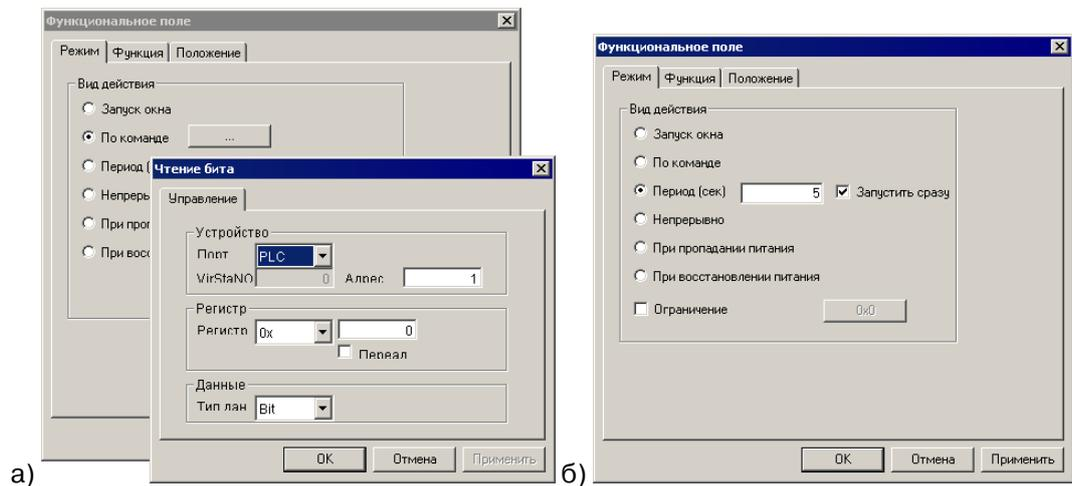

Рисунок 123
- «По команде» – запуск процедур выполняется при значении «1» определенного бита; задание управляющего бита производится в окне «Чтение бита», которое открывается по нажатию кнопки справа от позиции «По команде» переключателя «Вид действия» (см. рис. 123, а).
- «Период (сек)» – запуск процедур выполняется автоматически через заданные интервалы времени; значение интервала задается в поле справа от позиции «Период» переключателя «Вид действия» (см. рис. 123, б). Становится доступен также переключатель «Запустить сразу». Если флажок переключателя установлен, то первый запуск связанных процедур будет произведен немедленно (при запуске окна (экрана)). Если флажок не установлен, то запуск связанных процедур будет произведен по истечении заданного периода.
При выборе значений «Период (сек)» или «Непрерывно» ниже переключателя становится доступно поле переключателя «Ограничение» (см. рис. 123, б). Переключатель предназначен для задания ограничений на функционирование функционального поля. Для ввода ограничения функциональности кнопки – установить флажок переключателя «Ограничение». Нажать ставшую доступной кнопку справа от переключателя и в открывшемся окне – указать адрес бита, значение которого будет определять ограничение функциональности функционального поля (при значении бита «1» поле функционирует, при значении «0» – не функционирует).